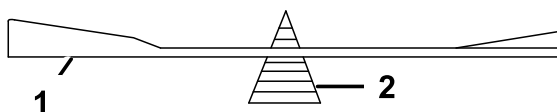

Figura 82
2. Verificai echilibrul lamei aezând-o pe dispozitivul de echilibrare a lamei (Figura 82).